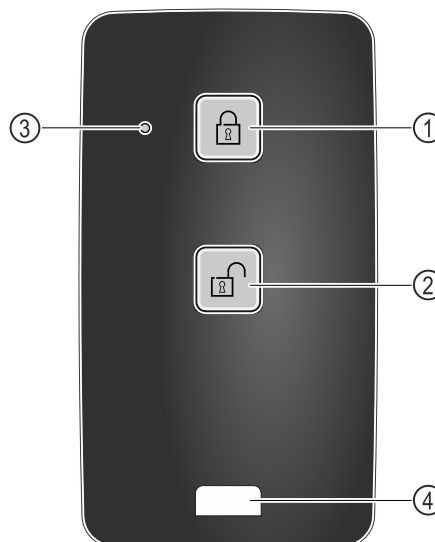

Fig. 149
- (1) Zablkování zámku
- (2) Odblkování zámku
- (3) Stavová LED
- (4) Upevňovací očko
- Na dálkovém ovládání stiskněte tlačítko Fig. 149 (1).
- Na dálkovém ovládání stiskněte tlačítko Fig. 149 (2).
- Stavová LED Fig. 149 (3) vydá při stisknutí tlačítka optickou zpětnou vazbu.
- Očko Fig. 149 (4) k upevnění dálkového ovládání, např. na svazek klíčů.